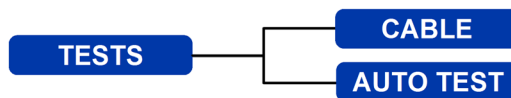

Figure 15 Schéma (map) du menu tests. Test i Ethernet (1)
(1) Si l'unité distante SignalTEK NT est directement connectée, mais si aucun réseau actif n'est détecté, la barre d'informations de l'écran d'accueil indiquera Ethernet. Lorsque l'icône TESTS est sélectionnée, les tests Ethernet apparaissant dans le schéma (map) de menu de la Figure 15 sont disponibles